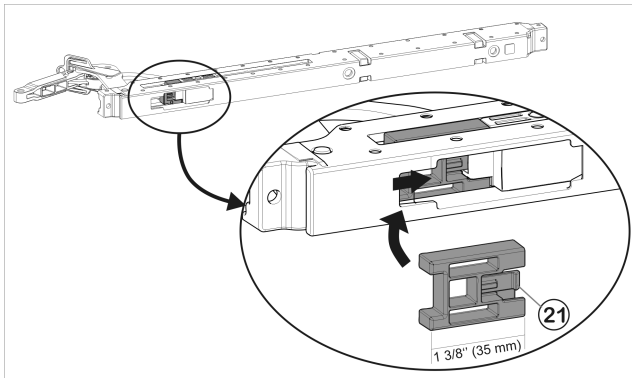

Fig. 55
- Montar el limitador de apertura (90°) Fig. 55 (21) suministrado: colóquelo a un lado del amortiguador de cierre e introdúzcalo hasta que encaje de forma perceptible.